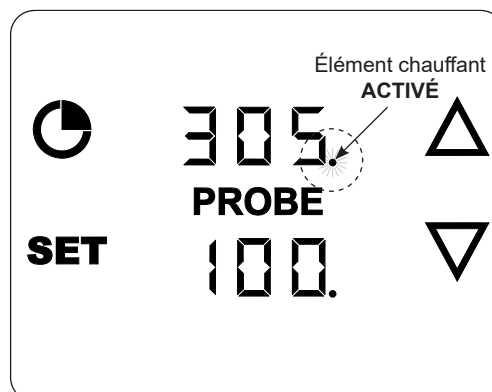

Fig. 38-2 Élément chauffant ACTIVÉ
- Le **point** à côté de la température de cuisson indique que l'élément chauffant est **activé**. Le **point** s'allume et s'éteint de manière intermittente lorsque l'élément maintient la température réglée. Voir Fig. 38-2.